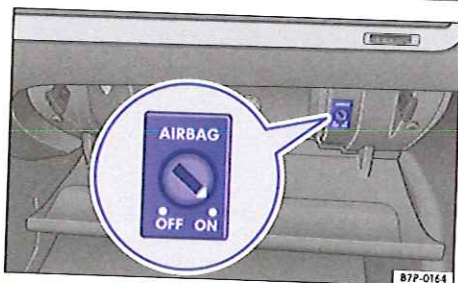

Fig. 89 Dans le rangement côté passager avant : commande à clé de désactivation et d'activation du sac gonflable frontal du passager avant.
- Engagez la clé de secours dans la commande à clé dans le rangement → fig. 89 jusqu'au deuxième cran de résistance. La clé de secours est alors engagée aux 3/4 dans la commande à clé → ①.